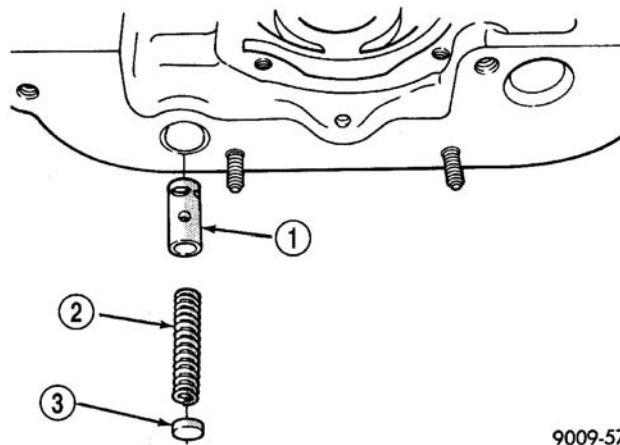

图 109 机油压力释放阀
(1) 拆卸机油盘。(参见 9—发动机/润滑/机油盘—拆卸)
(2) 在固定器盖的中央钻一个 3.175mm (1/8in.) 的孔 (图 109)。将自攻金属板螺丝插入盖中。
(3) 用合适的钳子，卸下盖并将其废弃。
(4) 卸下弹簧和释放阀。(图 109)